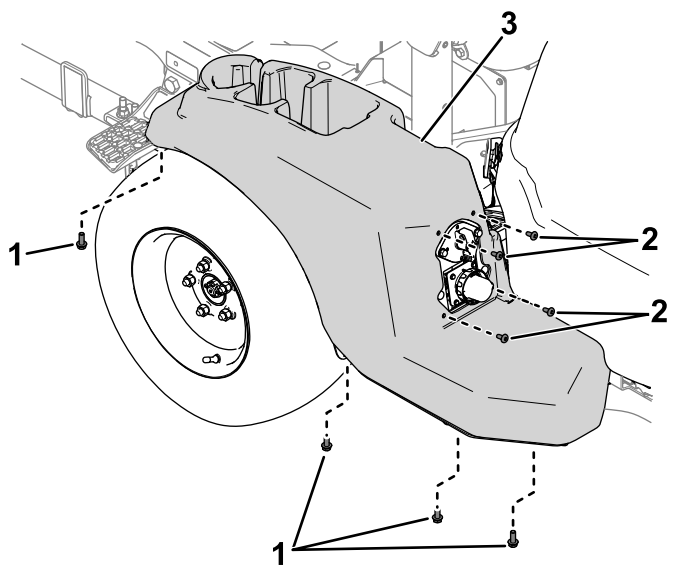

Figura 4
3. Utilizzate le viti e i bulloni rimossi in precedenza per fissare la copertura al lato sinistro della macchina (Figura 4).